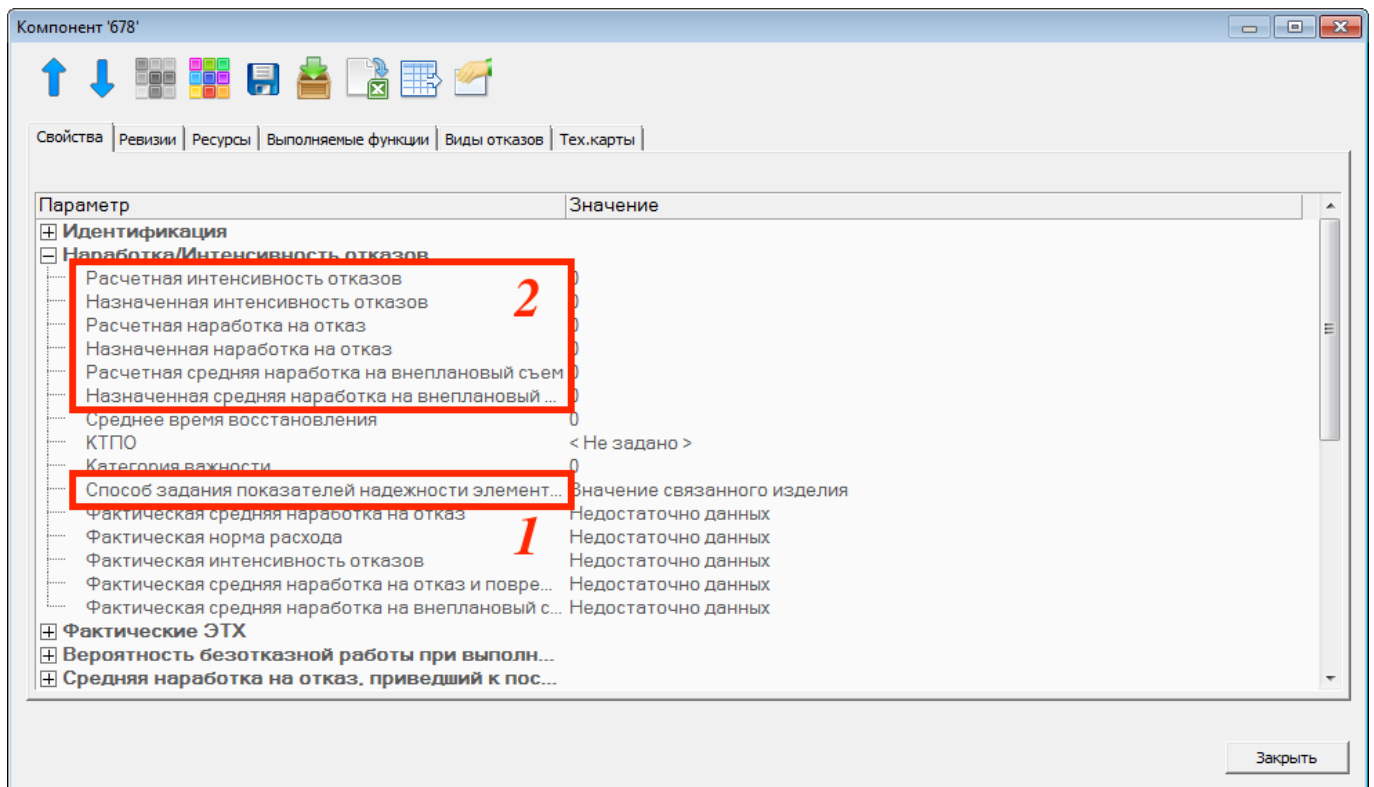

Рис. 11-12 – Задание параметров наработки на отказ для элемента ЛСИ (компонента)
- Открыть окно свойств для элемента логистической структуры (рис. 11-12).
- Выбрать для атрибута «Способ задания показателей надежности элементов ЛСИ» значение «Задается» или «Значение связанного изделия» (1 на рис. 11-12).
Если выбрано значение «Задается», то параметры надежности, введенные в окне «Компонент» (2 на рис. 11-12), будут относиться только к данному местоположению компонента в ЛСИ. Если выбрано значение «Значение связанного изделия», то параметры надежности будут заданы для «самого компонента» и будут относиться к тем месторасположениям компонента в ЛСИ, для которых атрибут «Способ задания показателей надежности элементов ЛСИ» имеет то же значение – «Значение связанного изделия». Параметры надежности компонента в папке всегда соответствуют «самому компоненту», независимо от значения этого атрибута.